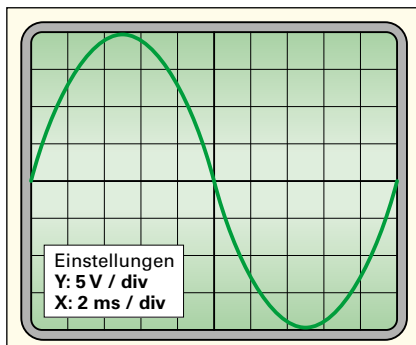

Bild 2: Oszillogramm einer sinusförmigen Wechselspannung
6. Das **Bild 2** zeigt das Oszillogramm einer sinusförmigen Wechselspannung. Berechnen Sie **a)** den Effektivwert und **b)** die Frequenz.